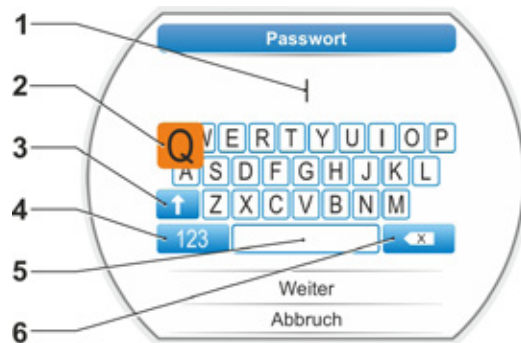

Abb. 3: Passwort-Eingabe
1. Drive Controller drehen und die orangene Markierung (Abb. 3, Pos. 2) auf das gewünschte Zeichen oder die gewünschte Funktion (Pos. 3, 4, 6) stellen.